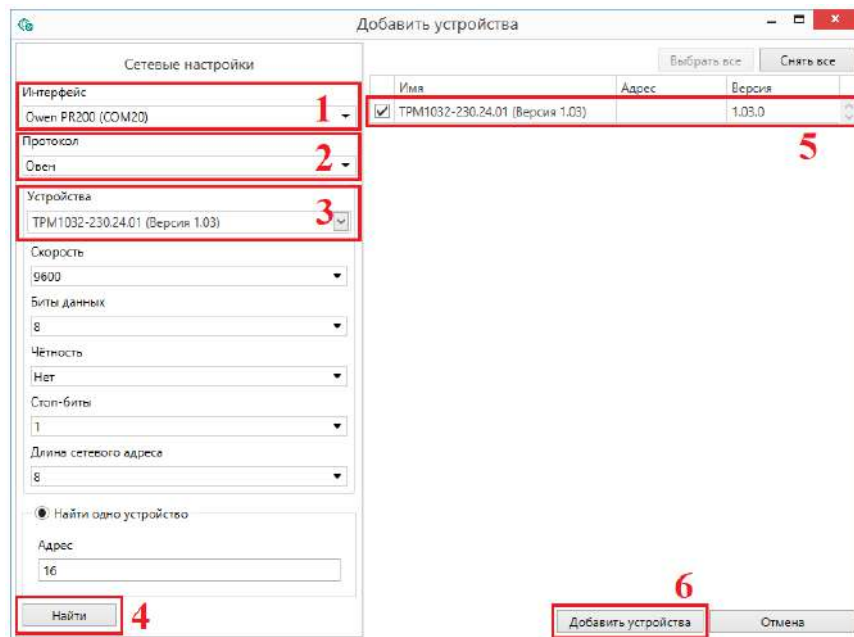

Рисунок 6.2 – Настройки связи с устройством
6. Выбрать интерфейс «Устройство с последовательным интерфейсом USB» (см. рисунок 6.2, 1). Номер COM порта, присвоенный прибору можно узнать в Диспетчере устройств Windows.
7. Выбрать протокол **ОВЕН** (см. рисунок 6.2, 2).
8. Выбрать устройство (Пункт 3 на рисунок 6.2). Модификация прибора указана на боковой стороне прибора.
9. Выбрать «Найти одно устройство», если добавляется один прибор. Запустить поиск нажатием на кнопку «Найти» (см. рисунок 6.2, 4).
10. Выделить найденное устройство (см. рисунок 6.2, 5).
11. Добавить устройство в проект Конфигуратора по нажатию кнопки «Добавить устройства» (см. рисунок 6.2, 6).
1. Нажать на кнопку  **Обновить устройство** в контекстном меню выбранного устройства или в главном меню. Откроется диалоговое окно для смены встроенного ПО устройства. Допускается обновление одного или нескольких устройств. Устройства следует выделить в области устройств (см. рисунок 6.2, 5) и выбрать **Обновить устройство** в контекстном меню или главном меню.